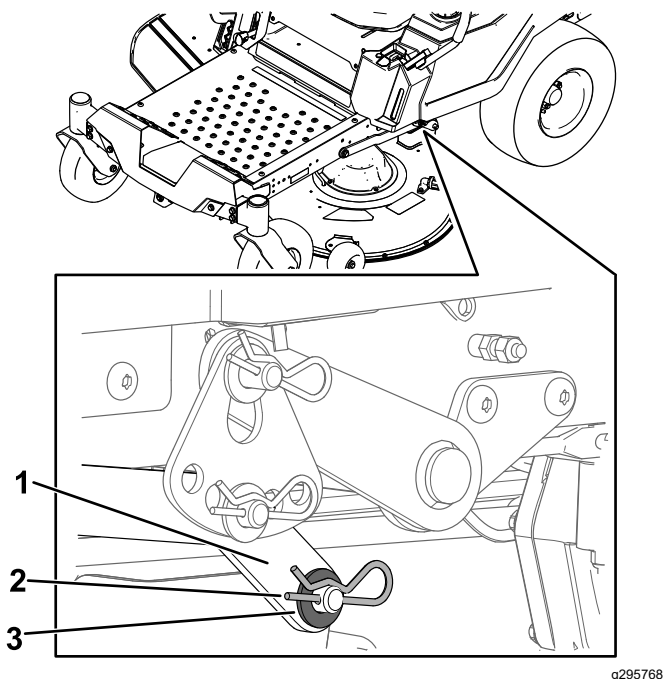

Figura 73
- Pe o parte a mainii, îndepărtai aiba i tiftul în formă de agrafă de la tiftul punii (Figura 73).
- Îndepărtai braul de ridicare de la tiftul punii (Figura 73).
- Montai braul de ridicare utilizând aiba i tiftul în formă de agrafă (Figura 73).
- Pe o latură a mainii, ridicați partea din spate a punii mainii de tuns iarba i montați braul de ridicare la tiftul punii (Figura 73).